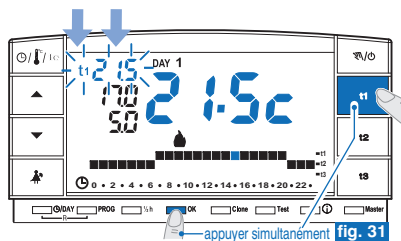

fig. 31
- Sous 8 secondes, **appuyer simultanément** sur la touche correspondante (**t1** ou **t2**) et sur la touche **OK**; une fois le blocage effectué, le symbole (**t1** ou **t2**) et la valeur correspondant à côté clignotent (exemple sur la fig. 31).